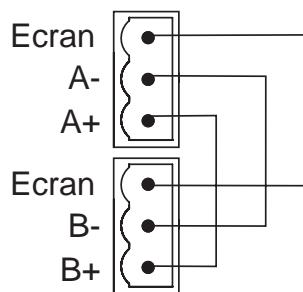

Figure 6-10: Détails du câblage pour le détecteur de type VN autonome
- Lorsqu'un détecteur de type VN n'est pas utilisé dans un réseau VESDAnet, et doit être utilisé comme détecteur autonome, les terminaux VESDAnet doivent être câblés comme indiqué à la Figure 6-10.